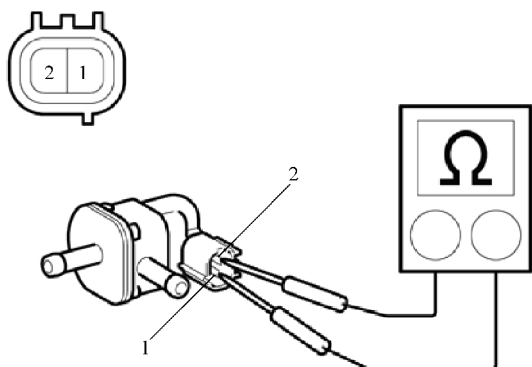

图 20-7 测量净化阀的电阻
- 1) 如图 20-7 所示，测量 EVAP 炭罐净化阀的电阻，常温下应为 23 ~ 26Ω。如果结果不符合规定，则更换炭罐净化阀。